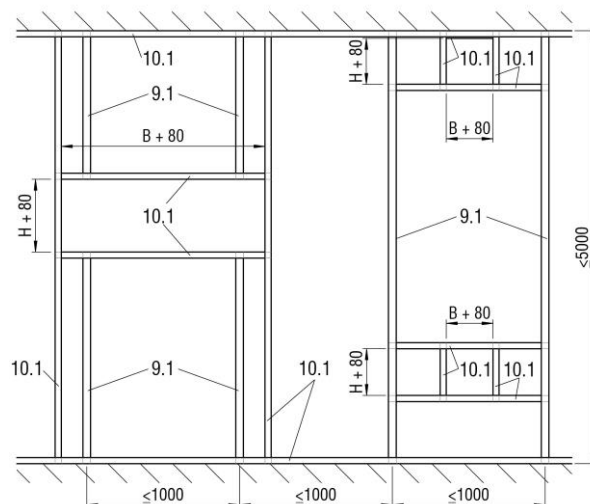

Figura 75: sostegno in metallo con le modifiche necessarie per montaggio a umido (pareti a pozzetto)
- Prevedere la struttura in metallo della parete secondo le indicazioni del costruttore e le modifiche raffigurate nella Figura 75.
- Realizzare la pannellatura a parete (pos. 12.1), la doppiatura (pos. 49.5) e l'apertura di montaggio per il montaggio della BKA-EN.
- Sul lato non ispezioni della BKA-EN (pos. 1), eventualmente applicare un riscontro per il riempimento (! non deve essere avvitato all'involucro della BKA-EN). Il riscontro per il riempimento non si rende necessario per la sicurezza antincendio).
- Produrre il sostegno in metallo della parete secondo le indicazioni del produttore della parete e le modifiche necessarie secondo la Figura 75 (montaggio del profilo UW (pos. 10.1) sul soffitto e applicazione dei profili UW necessari ai profili metallici in prossimità del soffitto). Realizzare la pannellatura a parete (pos. 12.1), la doppiatura (pos. 49.5) e l'apertura di montaggio per il montaggio della BKA-EN.
- Montaggio della BKA-EN con sospensioni di montaggio ecc. Prima del montaggio, applicare malta sul lato B superiore in adiacenza alla separazione termica (pos. 48) in modo da riempire completamente l'intercapedine (pos. 43, stuccatura in concomitanza della costruzione). La BKA-EN va posizionata ad un'altezza di ca. 90 mm dal soffitto. L'involucro della BKA-EN va spinto nei pannelli in cartongesso (Pos. 49.5+12.1) (lato ispezioni - misura di montaggio: tenere conto di 210 mm dalla doppiatura).